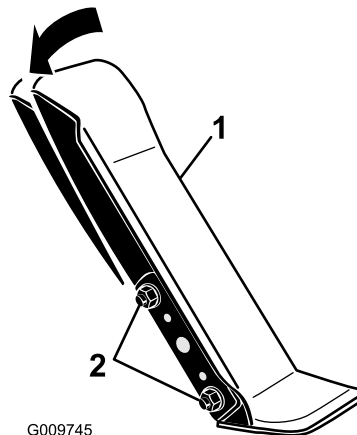

Figura 64
1. Afloje las 2 tuercas y pernos que fijan el lado izquierdo del pedal de tracción al soporte (Figura 64).
2. Ajuste el pedal al ángulo deseado y apriete las tuercas (Figura 64).